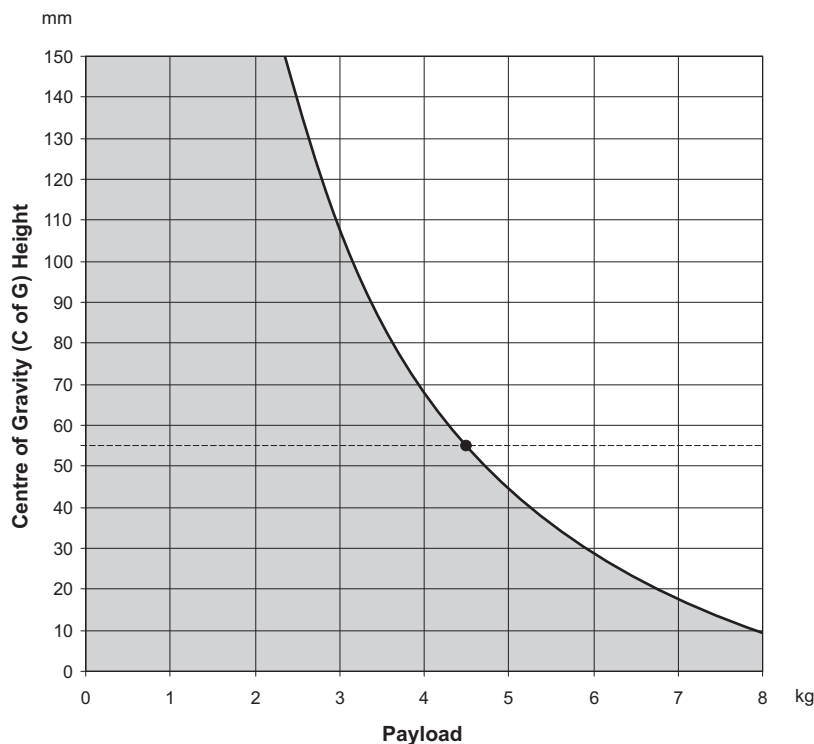
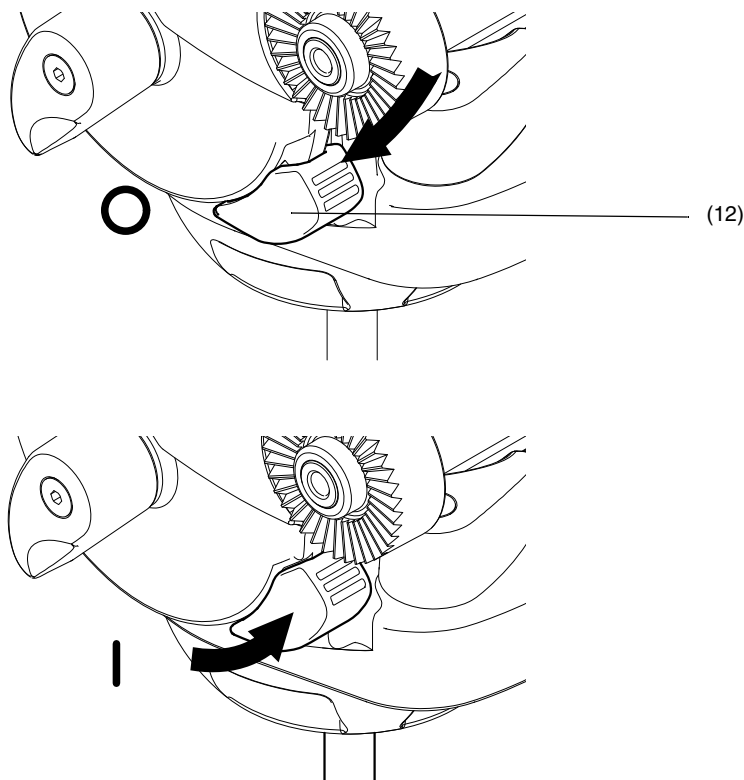

Fig. 4
Fig. 5
Le système d'équilibrage à deux niveaux de la tête à mouvement horizontal et vertical PRO-5^{plus} est destiné à des charges pouvant atteindre 4,5 kg (9,9 lb) avec un centre de gravité (CG) se trouvant à une hauteur de 55 mm ; il peut également être désactivé pour une libre rotation sur l'axe de mouvement vertical. Le graphique (Fig. 4) montre comment mettre en relation le CG et la charge pour obtenir des performances optimales.
La tête PRO-5^{plus} offre un système d'équilibrage à niveaux activable/désactivable, calculé pour des charges atteignant 4,5 kg (9,9 lb) avec un centre de gravité (CG) à une hauteur de 55 cm (2,2"). Le graphique (Fig. 4) montre comment mettre en relation le CG et la charge pour obtenir des performances optimales.
Le sélecteur d'équilibrage (12) offre 2 niveaux d'équilibrage. En poussant le sélecteur (12) vers le bas (Fig. 5), vous définissez une libre rotation sur l'axe de mouvement vertical, sans aucun engagement de contre-équilibrage. En poussant le sélecteur (12) vers le haut (Fig. 5), vous définissez une capacité d'équilibrage intégrale (Fig. 4).
À l'aide de la poignée (5), basculez la tête en avant et en arrière. Si la tête a tendance à tomber vers l'arrière, désélectionnez le système d'équilibrage (12) et serrez le frein de mouvement vertical (1) au couple nécessaire pour contrôler correctement le mouvement vertical de la caméra. Si la tête a tendance à tomber vers l'avant, cela signifie que la charge utile dépasse la capacité de la tête (Fig. 4). Réduisez si possible la hauteur du CG de tout équipement associé, ou bien retirez si possible ces derniers de la tête.